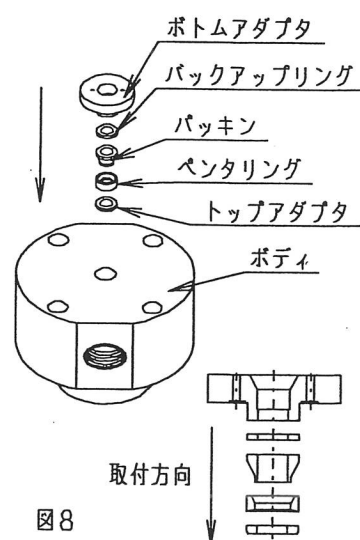

図8
- ⑧ 取外した部品は、きれいに洗浄し、摩耗・破損等を確認してください。
- ⑨ 組立は分解時と逆手順で行ないます。Oリングやスクレーパは新品に交換し、油圧駆動部の組立は油圧作動油、その他の部分はグリスを塗布してください。
- ⑩ パッキン部はパッキン案内棒の太い方を利用し、トップアダプタ、ペントリング、パッキン、バックアップリングの順でボディに挿入します。その後ボトムアダプタを挿入します。(図8)